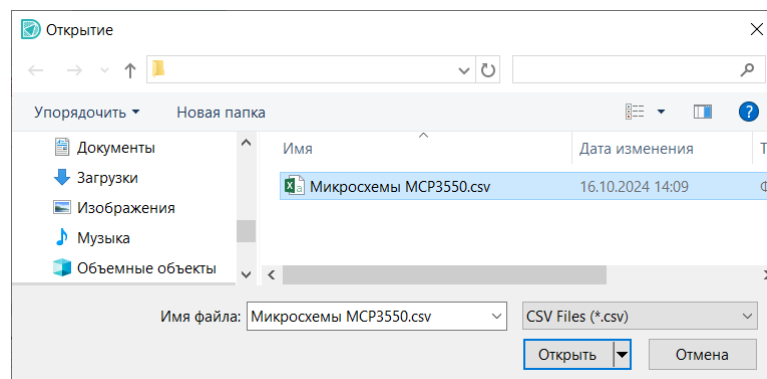

Рис. 323 Выбор csv-файла для импорта радиодеталей
2. С помощью окна проводника выберите csv-файл, из которого будут импортированы данные радиодеталей, см. Рис. 323.